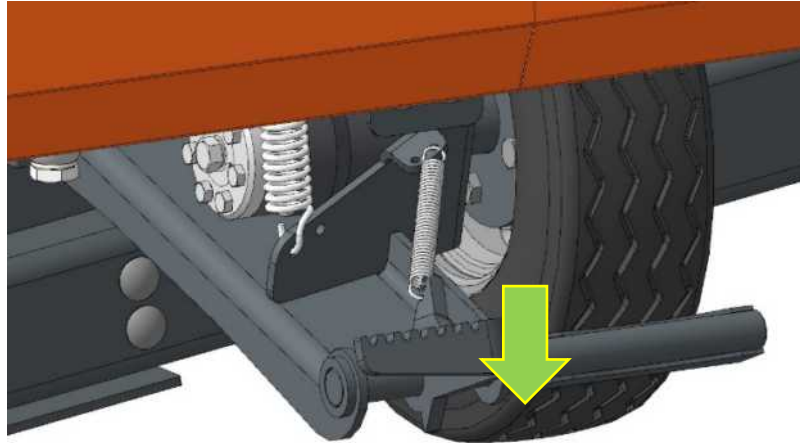

Рисунок 7.4 - Тормозная педаль
4. Зафиксируйте обруч тормозной педалью, нажав её вниз (рисунок 7.4).